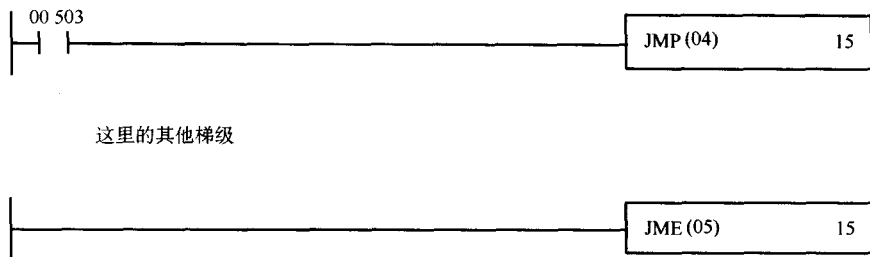

图 8-5 有跳转指令的 OMRON PLC 程序
不像其他的 PLC, OMRON 的跳转在控制跳转指令的控制逻辑为非时执行。图 8-5 展示了 OMRON 的条件跳转指令 JMP (04) 和无条件跳转指令 JME (05) 的使用。只有在输入映像位 IR 00503 处于断开状态, 跳转才会执行。